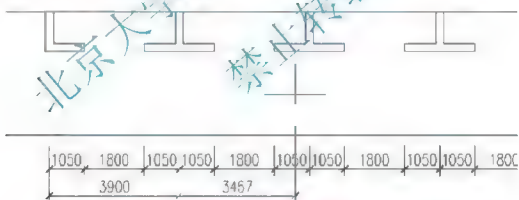

图 3.46 连续标注自动连接到刚才所标注的尺寸线上
(3) 执行菜单栏中的【标注】|【基线】命令, 光标自动连接到刚才用【基线】标注命令所标注的尺寸线上, 如图 3.46 所示。